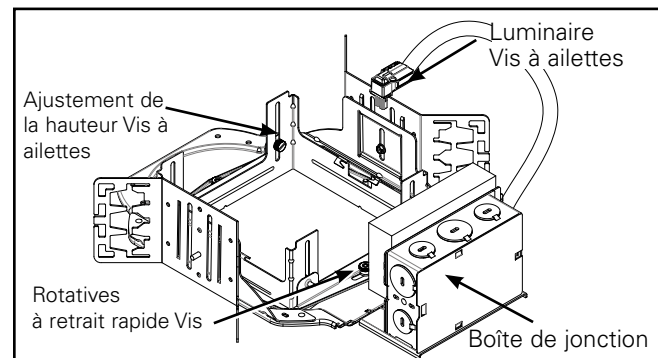
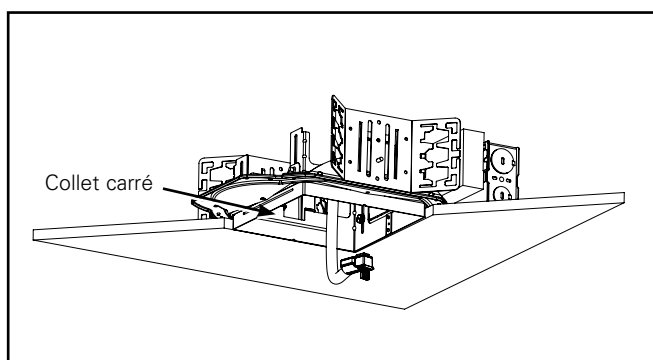

Figure 1.
Figure 2.
2. Ajustez les vis d'ajustement du support (Figure 1.) pour que le collet carré soit aligné avec la ligne de plafond fini. (Figure 2.) Le support de suspension est réversible pour permettre un ajustement complet de 12,7 cm (5 po.).
3. (Hauteur) : Le collet carré peut aussi être ajusté en desserrant les 3 vis à ailettes et en ajustant le collet pour qu'il soit aligné avec le plafond. Une fois la hauteur souhaitée atteinte, serrez les vis à ailettes (Figure 1.).
- (Rotation) : S'il est nécessaire d'effectuer une rotation des vis à collet carré, desserrez les deux vis à oreilles. Tournez les vis à collet carré jusqu'à la position désirée. Serrez les vis à oreilles au maximum (Figure 1.).
- Insérez l'extrémité de la conduite flexible dans l'ouverture de la structure d'ouverture du plafond exposant la partie supérieure de la prise de débranchement rapide (Figure 2).